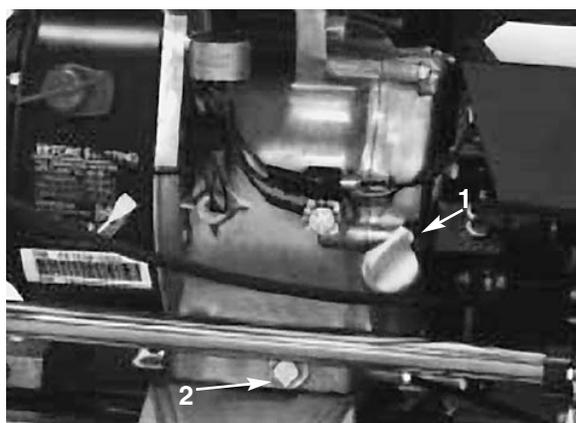

Figure 22
1. Placer la machine de manière que le moteur soit de niveau. Nettoyer la surface autour de la jauge d'huile (Fig. 22).
2. Placer un bac de vidange sous le bouchon de vidange, à l'arrière de la machine (Fig. 22). Enlever le bouchon de vidange.